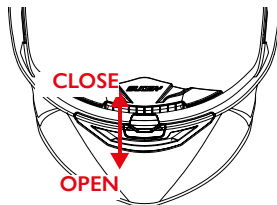

ABBILDUNG 3
- Abbildung 3: Bewegen Sie den Cursor A1, der sich im Inneren des Kinnschutzes befindet, nach unten, um die Luftöffnung aufzumachen. Bewegen Sie den Cursor A1 nach oben, um die Luftöffnung zu schließen.